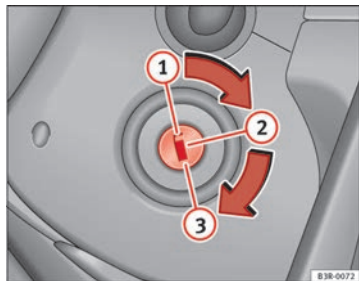

Abb. 86 Zündschlossstellungen
- Ziehen Sie den Zündschlüssel in Stellung ① ab ⇒ Abb. 86 ⇒ .